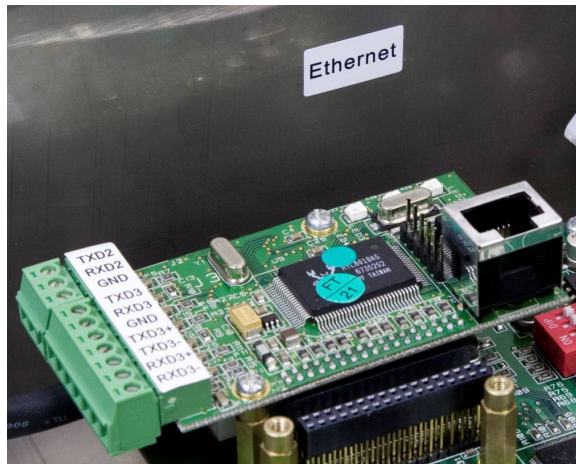

Figura 3-16: Posizione etichetta ethernet
- Installando l'opzione Ethernet, verrà fornita nel kit un'etichetta di identificazione Ethernet. Questa etichetta può essere affissa all'armadietto dell'ACM500 vicino al connettore Ethernet, come mostra la Figura 3-16.
- Installando l'opzione Ethernet/IP PLC, verrà fornita nel kit un'etichetta di identificazione Ethernet per comodità. Questa etichetta può essere affissa all'armadietto dell' ACM500 vicino al connettore Ethernet/IP, come illustrato in Figura 3-16.